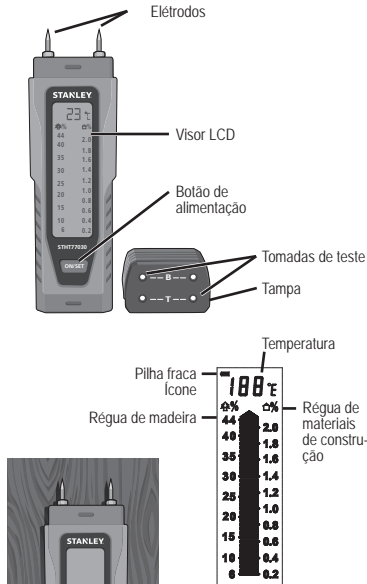

Figura 1
- Se utilizar madeira, faça as medições no grão (Figura 1).